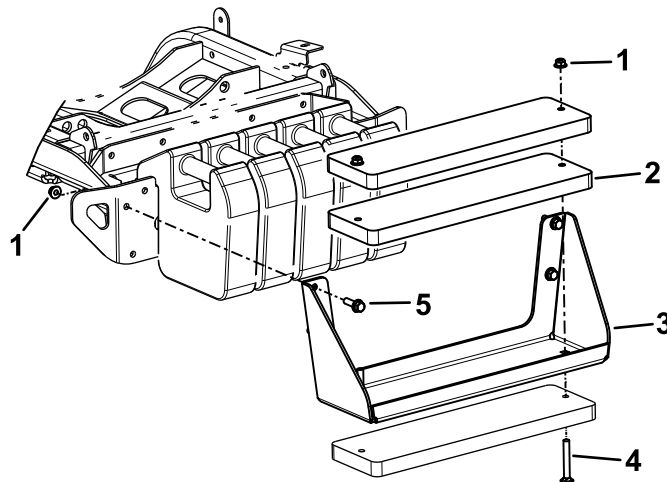

Figure 19
Remarque: Voir la procédure sous Figure 19.
- A. Utilisez les boulons ($\frac{3}{8}$ " x 4") et écrous ($\frac{3}{8}$ " pour fixer les 3 masses sur le support (Figure 19).
- B. Utilisez les boulons à tête hexagonale et les écrous (inclus dans le kit) pour fixer le support de masses sur la machine (Figure 19).
- A. Déposez le support de masses de la machine (Figure 19).
- C. Utilisez les boulons ($\frac{3}{8}$ " x 4") et écrous ($\frac{3}{8}$ " pour fixer les 3 masses sur le support (Figure 19).
- D. Utilisez les fixations retirées précédemment pour fixer le support de masses sur la machine (Figure 19).